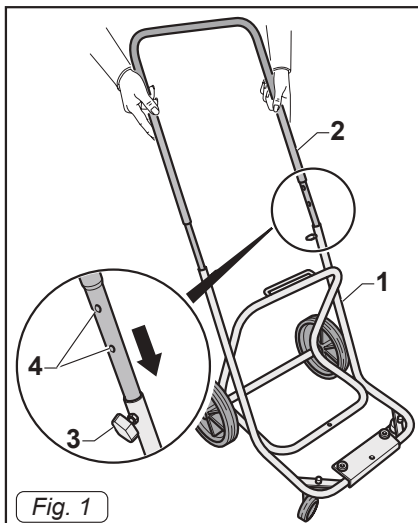

Fig. 1
- Posizionare a terra il carrello (1 Fig. 1).
- Inserire il maniglione (2 Fig. 1) nel carrello.
- È possibile regolare il maniglione in altezza posizionando e avvitando il pomello di fermo (3 Fig. 1) in corrispondenza di uno dei due fori (4 Fig. 1).